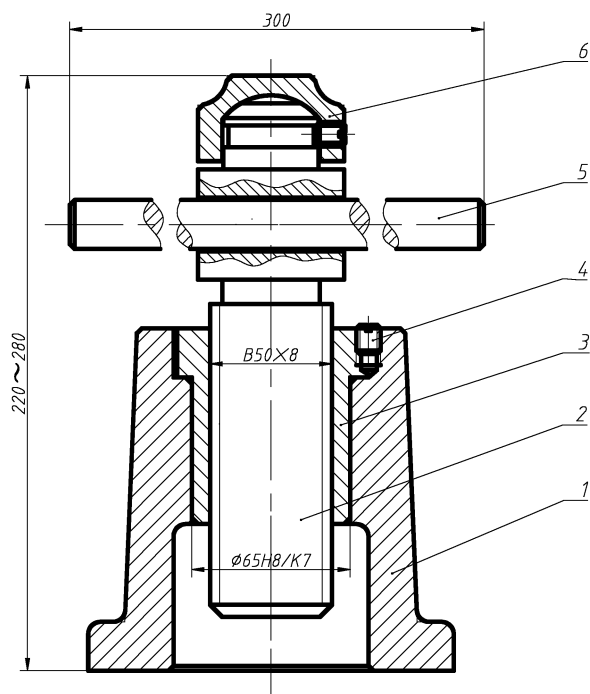

图 11-61 装配图的尺寸标注示例
3) 标注指引线: 设置“多重引线样式”,绘制多重引线,结果如图 11-61 所示。